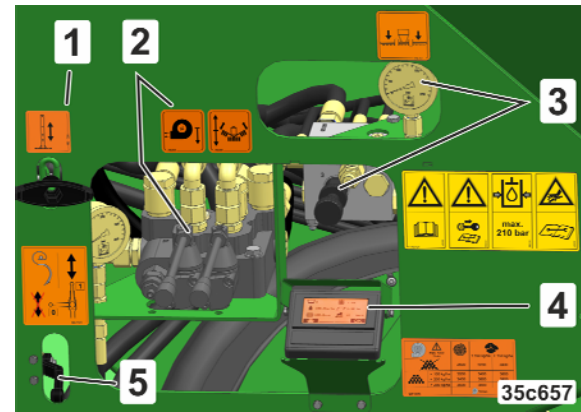

Bild 39
- Uppställningsstöds kabel (Bild 39/1)
- Fordonshydraulsystemets manöverelement (Bild 39/2)
- Manöverelement för inställning av armarnas tryck (Bild 39/3)
- I kombination med ISOBUS TwinTerminal (Bild 39/4)
- Manöverelement till fällningen av spåruppluckraren (Bild 39/5)